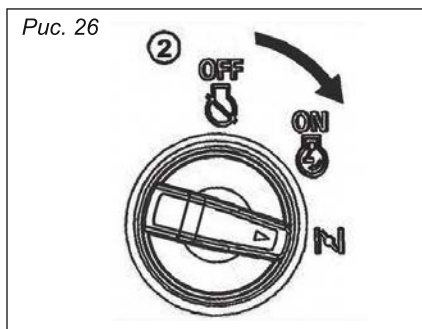

Рис. 26
3. Поверните переключатель «3 в 1» в положение «Shock» ②, рис. 26: